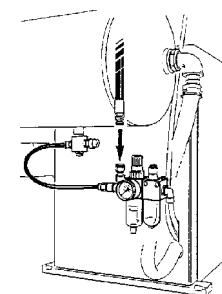

fig.36
- Collegare il tubo dell'aria di linea sul raccordo del gruppo filtro (ved. fig.36).
- Connect the air line hose to the connector on the filter unit (see fig.36).
- Accoupler le tuyau de l'air de ligne sur le raccord du groupe filtre (voir fig.36).
- Den Schlauch für die Leitungsluft mit dem Anschluß der Filtergruppe verbinden (siehe Abb. 36).
- Conecte el tubo del aire de línea con la unión de la unidad filtro (vea fig. 36).